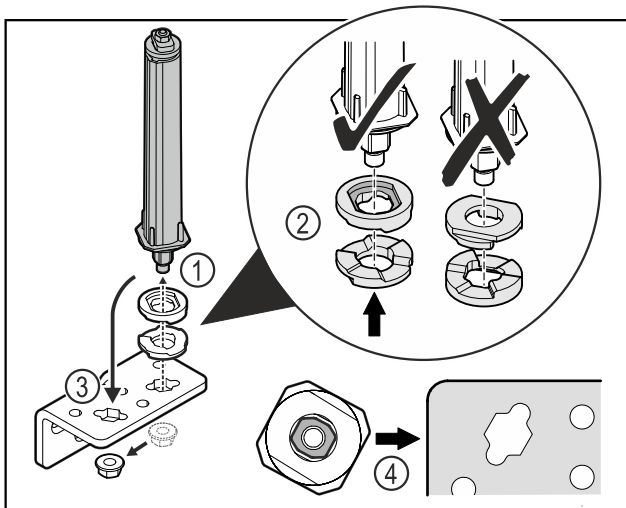

Fig. 34
- ▶ Развийте гайката и свалете затварящата система на вратата Fig. 34 (1).
- ▶ Обърнете внимание на правилното подравняване на шайбите за регулиране на височината Fig. 34 (2).
- ▶ Преместете затварящата система на вратата в ъгъла на пантата и я фиксирайте с гайката Fig. 34 (3).
- ▶ При поставяне се уверете, че затварящата система на вратата е правилно подравнена Fig. 34 (4).